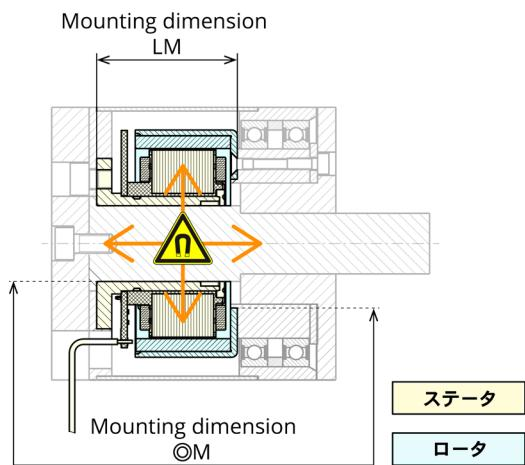

図 19 ステータおよびロータ位置の確認
- 41) ロータとステータが正しい位置に組み付いているか、およびモータ長さ (→ 図 19; Mounting dimension LM) を確認してください
43) モータ長さおよび同心度を確認してください (→ 図 19; Mounting dimension LM と ○M)